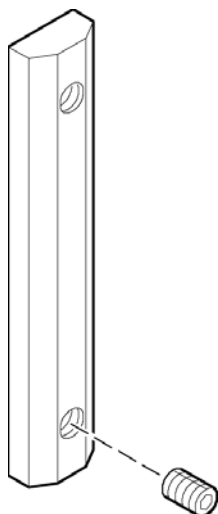

図 10: レールの準備
1. 図 10 に示すように、レールの 2 つの穴のうち的一方に取り付けネジを装着します。六角の穴が開いている方を外側にして、レールの傾斜のついている側にネジを挿入します。取り付けネジをレールの中に完全には挿入せずに、少しだけ差し込みます。